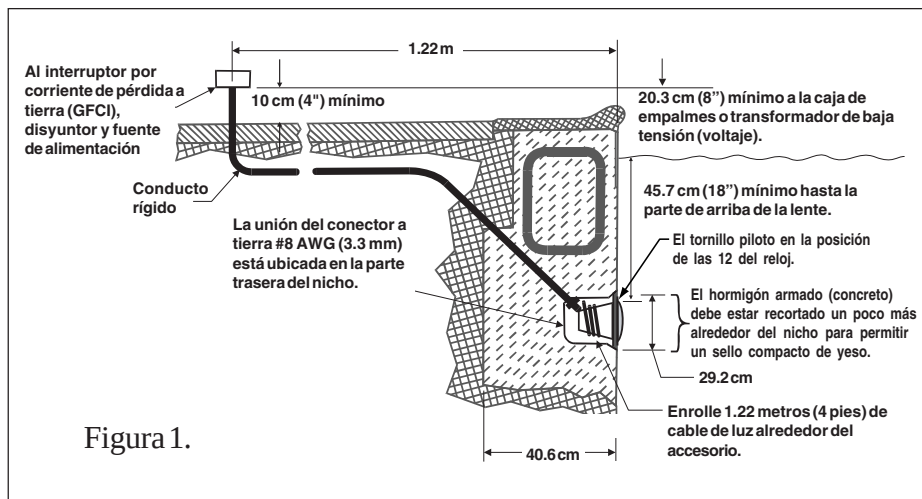

Figura 1.
A. Los siguientes pasos de preparación tienen que haberse completado por el electricista antes de instalar el accesorio para lámpara. (Vea la figura 1 abajo.)
- b. La caja de empalmes (o, para los modelos de 12 voltios, el transformador de baja tensión) esté colocada por lo menos a 20.3 centímetros (8 pulgadas) arriba del nivel de tierra y por lo menos a 1.22 m (48 pulgadas) de distancia del borde de la piscina. (Vea la figura 1 abajo.)
- d. El nicho en húmedo debe estar correctamente instalado de manera que el tornillo piloto se encuentre en la posición de las 12 del reloj y que el borde superior del lente de la lámpara subacuática se encuentre a un mínimo de 45.72 cm (18 pulg.) por debajo de la superficie del agua de la piscina. (Vea la figura 1 abajo.)
- e. El nicho mojado está unido eléctricamente en la forma correcta y conectado a tierra a través del conector a tierra Núm. 8 AWG (3.3 mm) ubicado en la parte trasera del nicho. (Vea la figura 1.)
1. Pase el cordón a través del conducto hasta la caja de empalmes, dejando por lo menos 1.22 metros (4 pies) de cordón o cable en el accesorio para lámpara para enrollarlo en la misma lámpara. (Vea la figura 1.) Este metro veintidós centímetros (4 pies) de cordón alrededor del accesorio de la lámpara le permitirá darle servicio a dicha lámpara después de que se llene de agua la piscina.
- b. La caja de empalmes (o, para los modelos de 12 voltios, el transformador de baja tensión) debe estar por lo menos a 20.3 centímetros (8 pulgadas) arriba del nivel de tierra y por lo menos a 1.22 m (48 pulgadas) de distancia del borde de la piscina. (Vea la figura 1 abajo.)
- d. El nicho mojado está instalado correctamente de tal manera que el borde superior de la lente de la lámpara subacuática está por lo menos a 45.72 cm (18 pulgadas) por debajo de la superficie del agua en la piscina. (Vea la figura 1 abajo.)
- e. El nicho mojado está unido eléctricamente en la forma correcta y conectado a tierra a través del conector a tierra Núm. 8 AWG ubicado en la parte trasera del nicho. (Vea la figura 1.)
- 5. Deje por lo menos 1.22 metros (4 pies) de cordón o cable alrededor del accesorio de la lámpara. (Vea la figura 1.) Este metro veintidós centímetros (4 pies) de cordón enrollado alrededor del accesorio de la lámpara permitirá que se le dé servicio a la lámpara después de que se llene de agua la piscina.